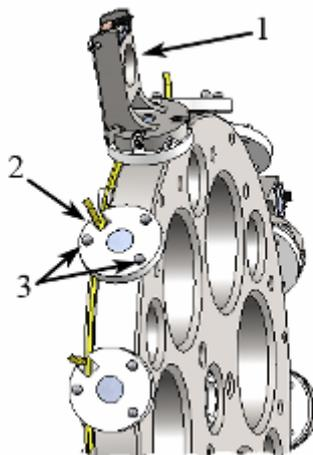

Рис. 5-9. Установка зондовых головок
9. Установите зондовую головку на карусель (Рис. 5-9) таким образом, чтобы опорные шарики попали в поликоровые канавки на головке.